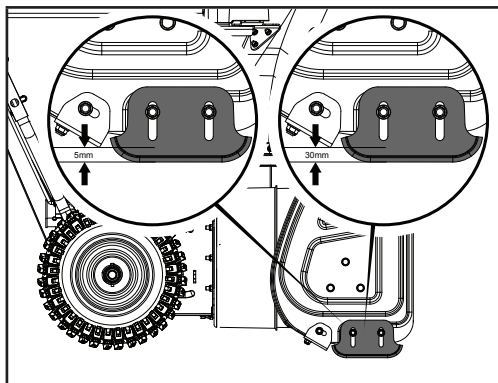

Figure 19
1. Desserrez la molette de verrouillage afin de régler le déflecteur de décharge de la neige à une hauteur appropriée (figure 19).
Réglez la hauteur du boîtier de la tarière selon le type de sol (figure 19) :